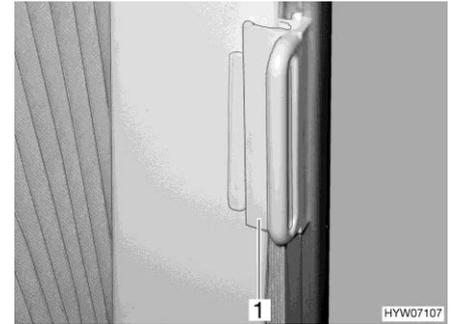

Fig. 44 Bloqueo para estor plegable
- Retener:** ■ Desplazar el tirador (Fig. 44,1) hasta la pieza sobrepuesta. El estor plegable queda asegurado.